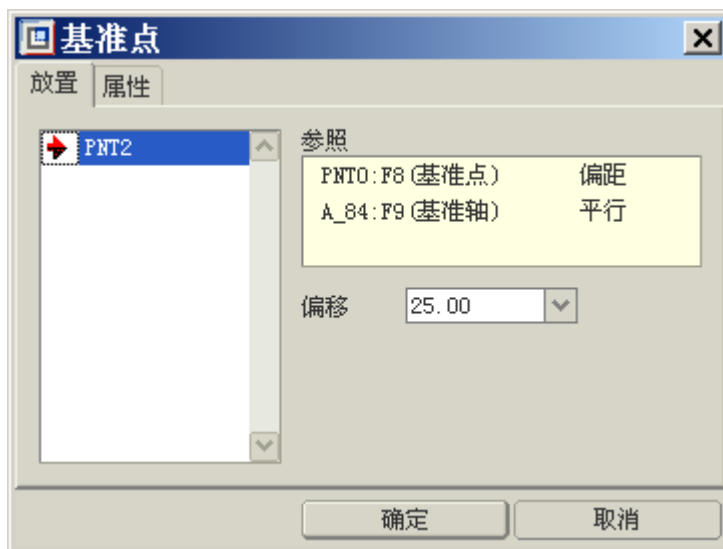

图 52-18
- (5) 单击 , 打开【基准点】对话框。按下 CTRL 键, 选择建立的基准轴 A_84 和基准点 PNT0。
- (6) 在【基准点】对话框进行如图 52-18 所示的设置。